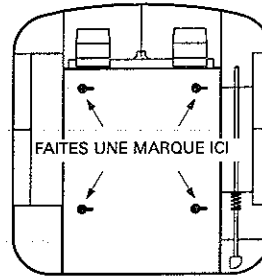
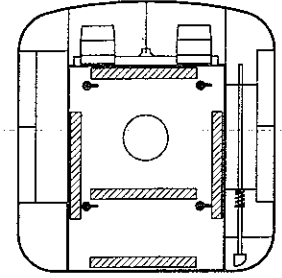

Figure 3
Figure 4
2. Après avoir ouvert la porte de la boîte distributrice, faites une marque sur la paroi du compartiment vis-à-vis les quatre (4) fentes de montage tel qu'illustré à la Figure 3.
3. Percez quatre (4) avant-trous mesurant 3/16 po de diamètre aux endroits marqués.
5. Placez la boîte distributrice sur les quatre (4) vis et assurez-vous qu'elle s'ajuste parfaitement. Apportez des correctifs, si nécessaire.
6. Enlevez la boîte distributrice et mettez en place le ruban adhésif à double face à l'arrière de la boîte distributrice tel qu'illustré à la Figure 4.
7. Retirez la bande qui recouvre le ruban et repositionnez la boîte distributrice sur les quatre (4) vis. Poussez fermement sur la boîte distributrice jusqu'à ce qu'elle soit solidement fixée au mur.
8. Vissez les quatre (4) vis à ras du mur.